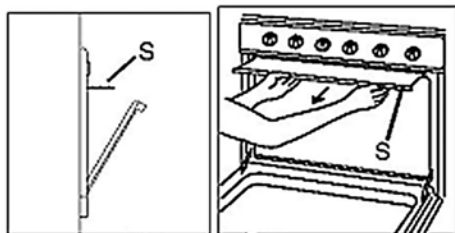
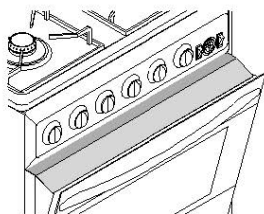

Рис. 4
Рис. 6
- 3-Установите защитную пластину, как показано на Рис. 4 и Рис. 6